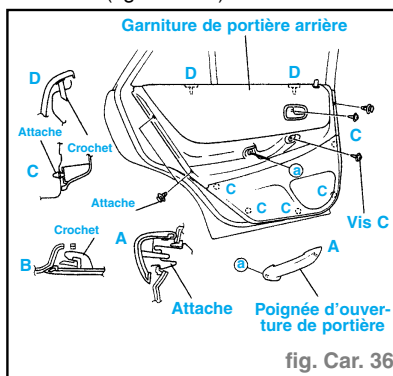

fig. Car. 36
- Dégager l'attache **A** à l'aide d'un tournevis à tête plate enveloppé de ruban adhésif. (fig. Car. 36)